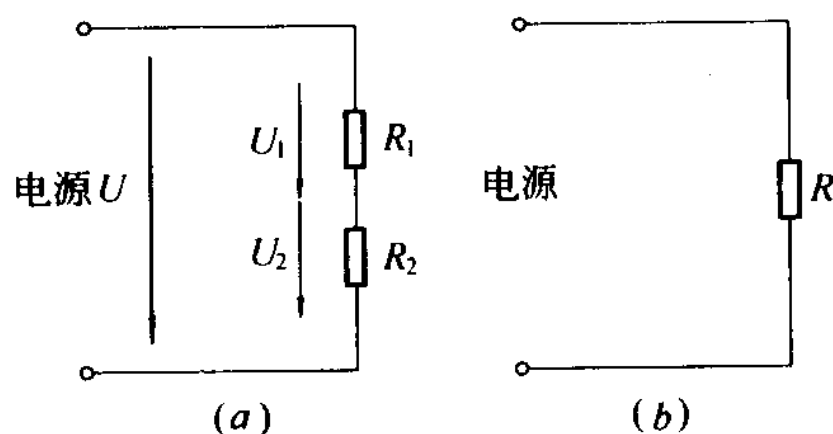

图 1.6 电阻的串联
把两个或两个以上的电阻依次连接,使电流只有一条通路,称电阻的串联,如图 1.6 所示。
在电工技术中常把图 1.6(b)称为图 1.6(a)的等效电路,总电阻 R 也常称为等效电阻。
【例 1-5】 串联电阻的一个重要用处是组成分压器,以方便地取得各种数值的电压。例如在图 1.6(a)中,如果 $R_1 = 100 \Omega$, $R_2 = 200 \Omega$,电路的端电压 $U = 12 \text{V}$,试求电阻 R_1 和 R_2
1. 在图 1.6(b)中,如果电路端电压 $U=220\text{V}$,导线电阻为 0.2Ω ,负载 $R=10.8\Omega$,试求负载两端的电压。